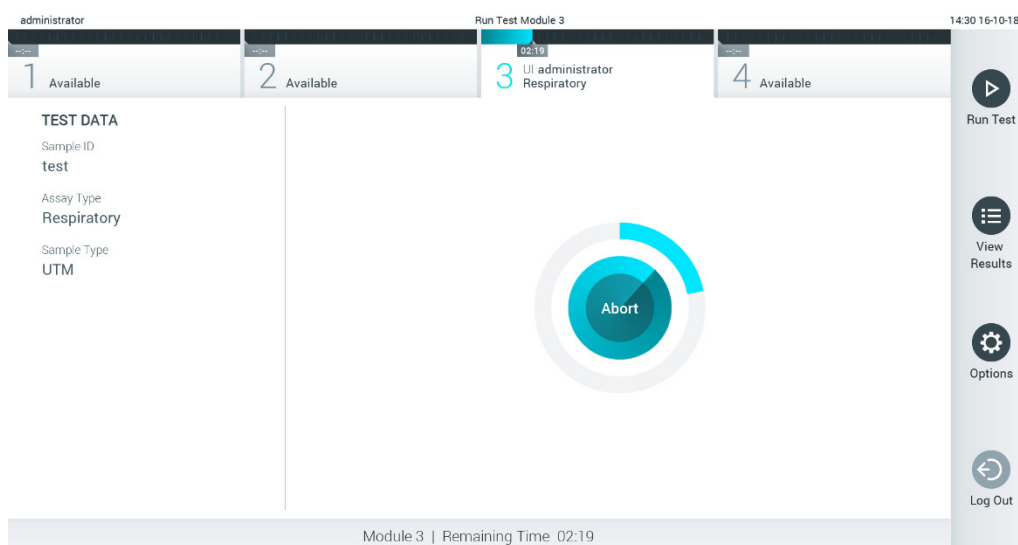

Bild 28. Skärm för testkörning och kvarvarande körningstid.
9. Medan testet körs, visas kvarvarande körningstid på pekskärmen (bild 28).